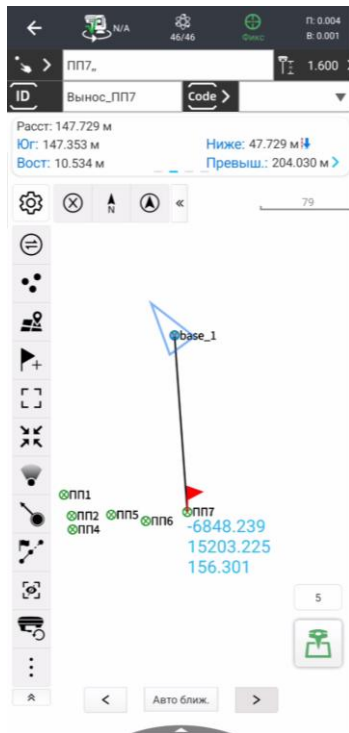
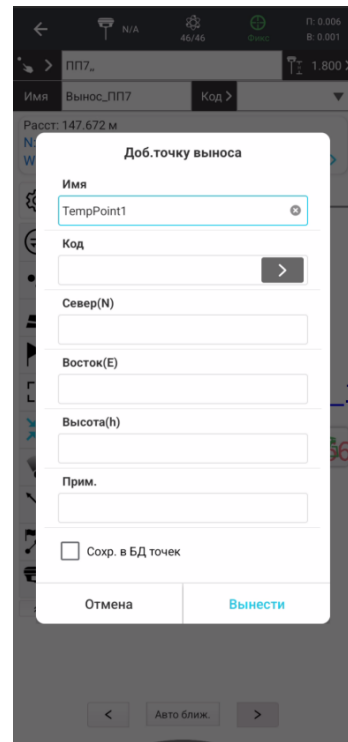

Рисунок 4.9.2
Рисунок 4.9.3
2. Также возможно выбрать необходимую точку непосредственно на экране в меню выноса (Рисунок 4.9.2) или создать ее и сохранить в **БД точек**, нажав кнопку  (Рисунок 4.9.3).